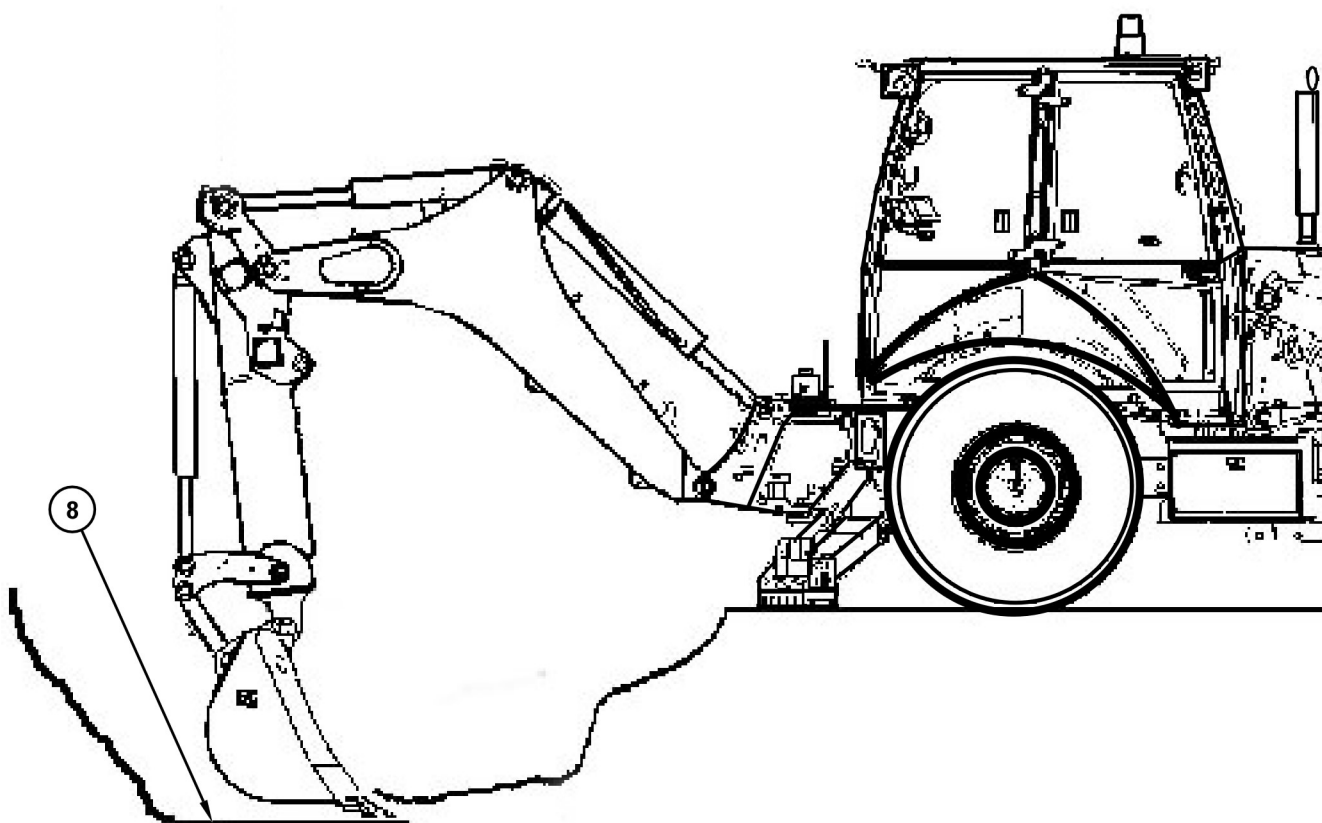

Ilustración 120
2. Coloque el cucharón de la Retroexcavadora cargadora en la rasante deseada. Vea la Ilustración 120.